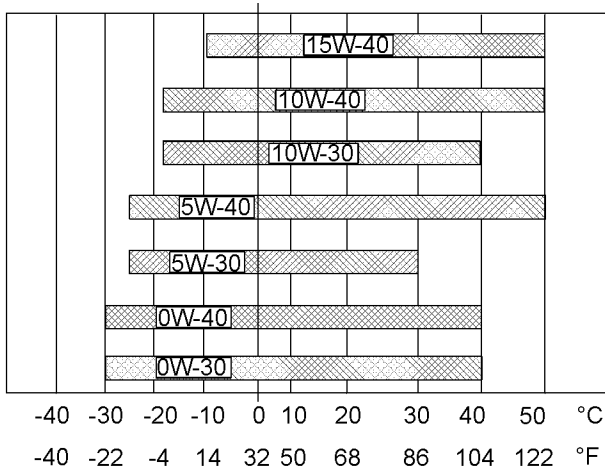

図 54
冷めたエンジンを始動するのに必要なオイルの粘度を判断するには、図54（最低温度）を参照してください。
想定される最高外気温でエンジンを運転する際のオイル粘度を選択するには、図54（最高温度）を参照してください。
- 適切な推奨油粘度を参照してください。図54を参照して、各エンジンに適した粘度等級を確認してください。